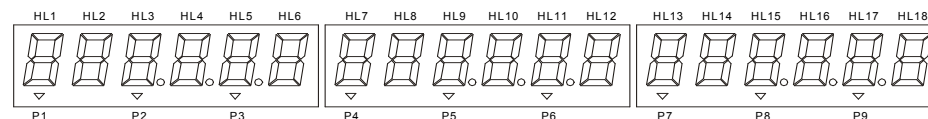

Рис. 2. Блок индикации весов «Меркурий 313»
2.3.3. Расположение индикаторов приведено на рис. 2, а их назначение приведено в табл.2.